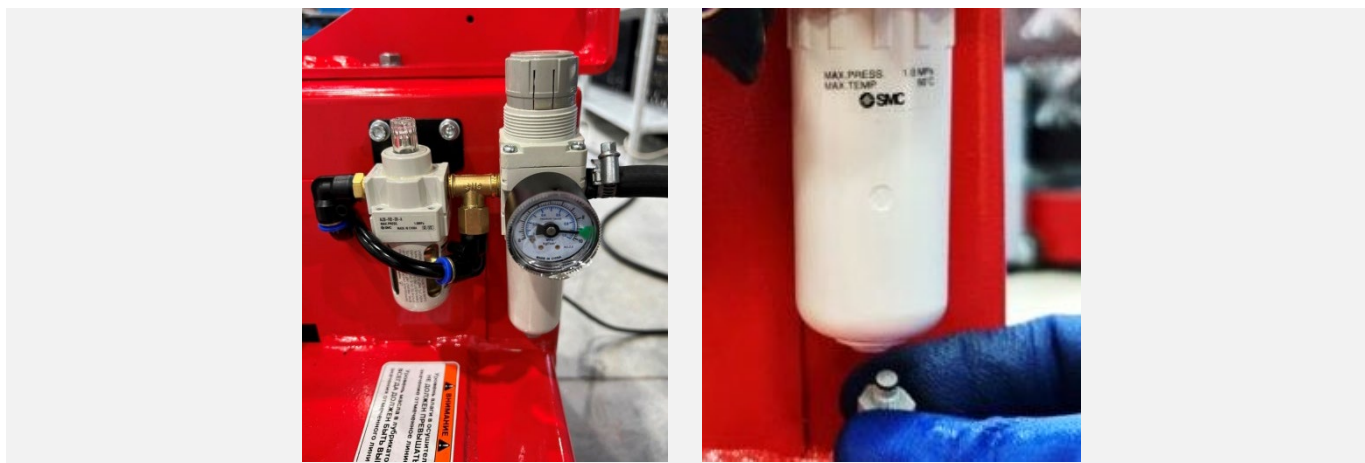

Рисунок 57
11.3.1 При достижении конденсатом уровня на 10 мм ниже фильтрующего элемента, необходимо выполнить его слив. Для этого повернуть сливную пробку на дне стакана (см. Рисунок 57) и дождаться полного вытекания конденсата.